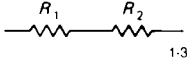

Figure 1.3
1. La résistance de deux résisteurs en série (figure 1.3) est égale à